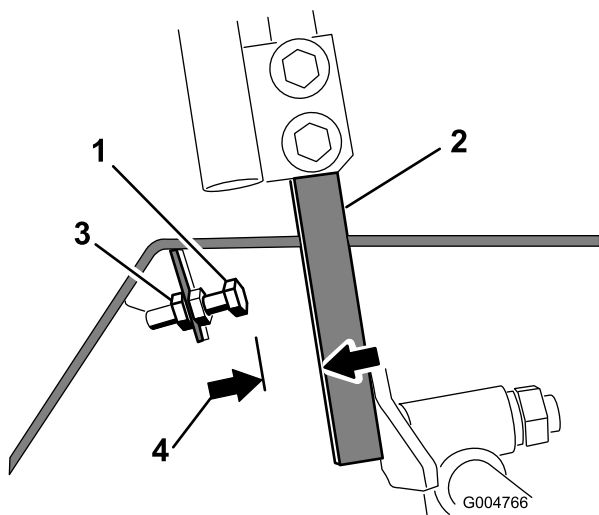

Figura 60
4. Allentate il controdado sul bullone di fermo di una delle leve di controllo (Figura 60).